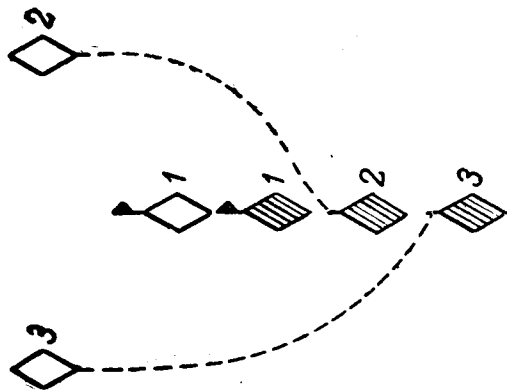

Рис. 11. Развертывание взвода из походной колонны в боевой порядок „Углом назад“
91. Для перестроения из походной колонны в боевой порядок Углом назад подается команда (сигнал № 9): «Углом назад». По этой команде танк командира взвода замедляет скорость движения, а остальные танки взвода поворачивают: танк № 2 на полоборота вправо, а танк № 3 — на полоборота влево, и занимают свои места (рис. 11).